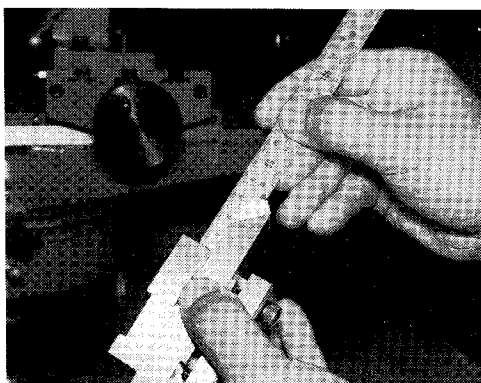

図1-7 クイックチェンジャーにバイトを固定
(2) クイックチェンジャーにダイヤモンドコンパクトバイトを固定する（図1-7）。